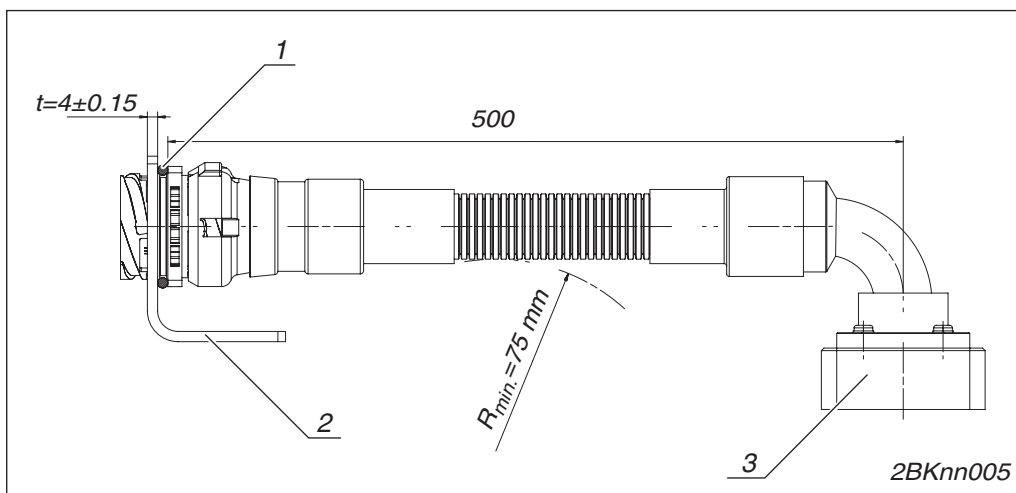

Fig. 2-5 Steckverbindung Getriebe Kabeldurchführung - Getriebekabel (Kabel1)
- Getriebestecker an Kabeldurchführung (→ Fig. 2-5)
- ☐ Ein O-Ring → Fig. 2-5 Steckverbindung Getriebe Kabeldurchführung - Getriebekabel (Kabel1) ist vorhanden. O-Ring 40x4 - FKM 70sw - DIN 3771.